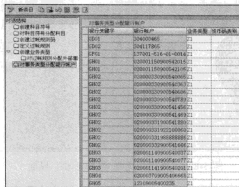

图 5-86 为事务类型分配银行账户
STEP 3 再选择左树中的“对事务类型分配银行账户”选项,如图 5-86 所示。在此界面中,可以对事务类型分配具体的银行账户,同时可以看到,在表中,每个事务类型都对应了唯一的一个业务类型。